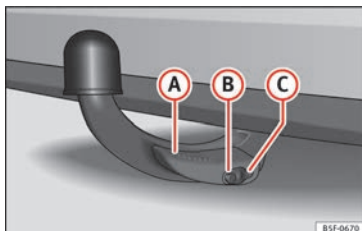

Fig. 232 Sfera smontabile fissata correttamente
- La leva (A) » fig. 232 è totalmente sollevata.
- Il perno di sblocco (B) » fig. 232 fuoriesce completamente (la parte rossa e verde è visibile).
- Il coperchio (C) » fig. 232 è collocato sulla serratura.